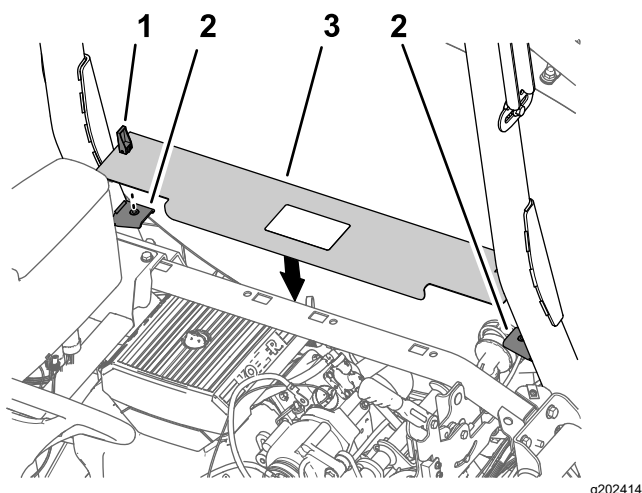

Рисунок 251
1. Совместите защелки в панели доступа к двигателю с втулками в опорных кронштейнах панели на защитной дуге (Рисунок 251).
2. Установите панель на кронштейны (Рисунок 251).
3. Поверните защелки вниз, чтобы прикрепить панель к кронштейнам (Рисунок 251).